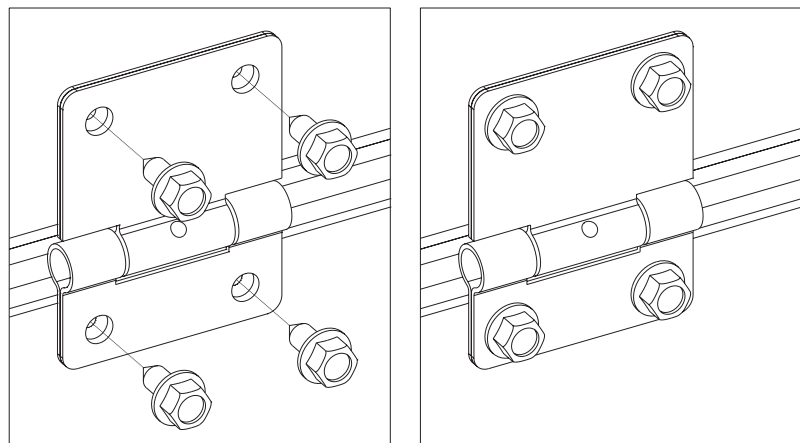

Рис. 14.2.
- 4) установить промежуточные петли, закрепить каждую из них их четырьмя самонарезающими винтами 6,3х16 (рис. 14.2);